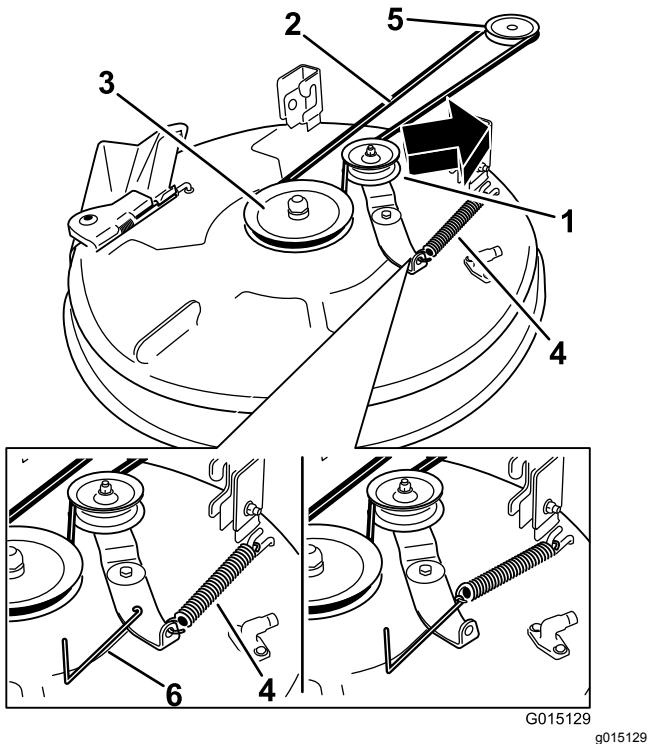
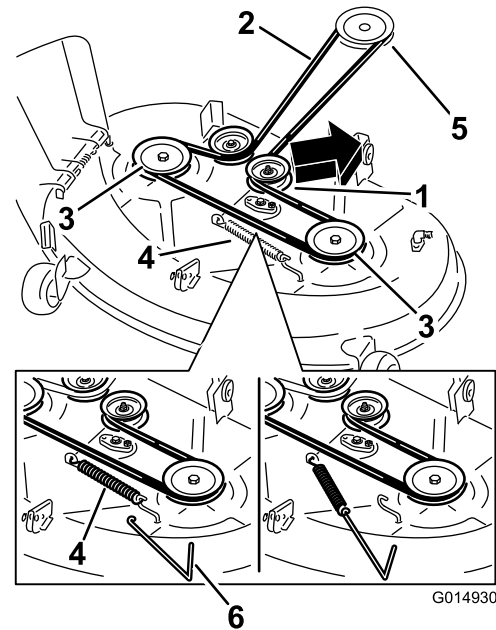

Figura 54
Figura 55
6. Utilizzando un attrezzo per la rimozione delle molle (n. cat. Toro 92-5771), rimuovete la molla del tendicinghia dal gancio del piatto di taglio per eliminare la tensione sulla puleggia tendicinghia e fate scorrere via la cinghia dalle pulegge (Figura 54 e Figura 55).
7. Montate la nuova cinghia attorno alla puleggia del motore e a quelle del tosaerba (Figura 54 e Figura 55).
8. Servendovi di un attrezzo per la rimozione delle molle (n. cat. Toro 92-5771), agganciate la molla del tendicinghia al gancio del piatto di taglio e mettete in tensione la puleggia tendicinghia e la cinghia del tosaerba (Figura 54 e Figura 55).